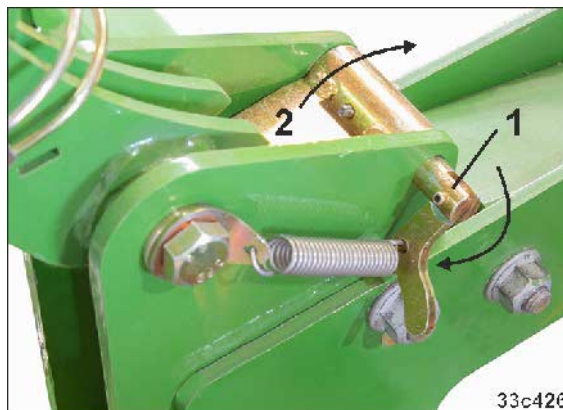

Рис. 182
1. Фиксаторный рычаг в положении блокировки (Рис. 182/1)
- Собачка показывает вверх (Рис. 182/2)